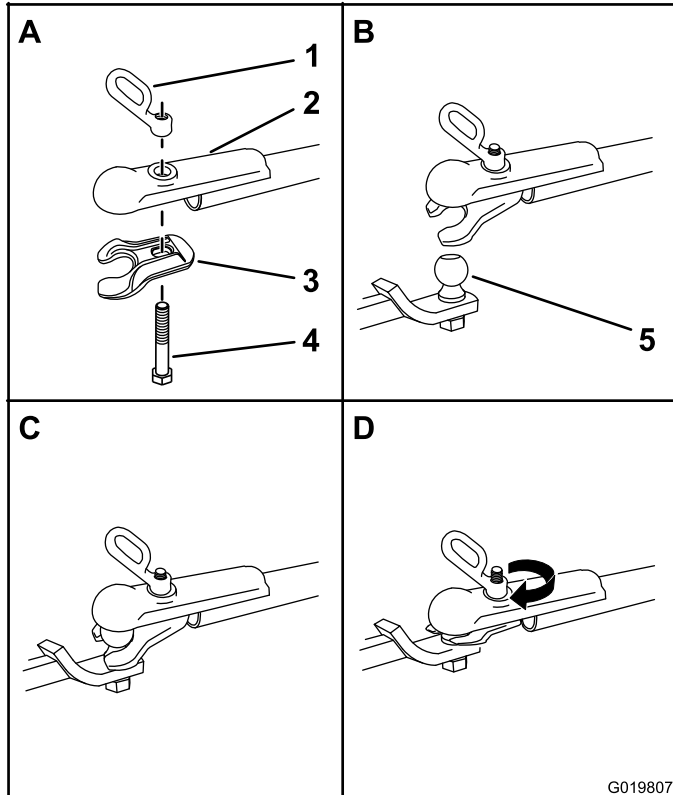

Figura 23
1. Aplique sellador de roscas no permanente a las roscas del perno del acoplamiento para evitar que la manivela del acoplamiento se afloje (Figura 23).